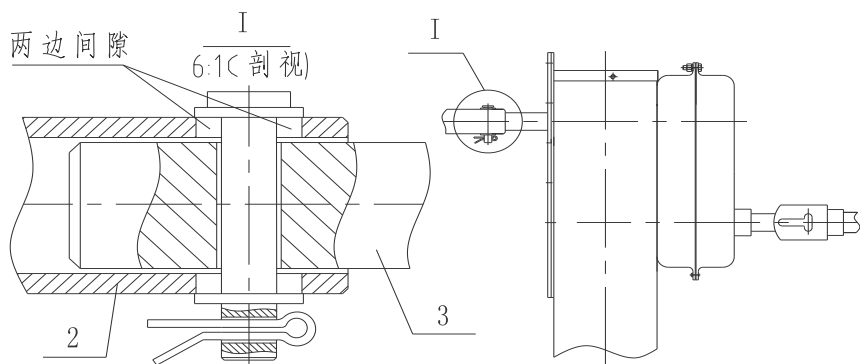

图 2
2.3 装配中间联动轴 2 时,应使其有适宜的轴向串动量,不允许将两端的外伸轴 1、3 拉得过紧,图 2。